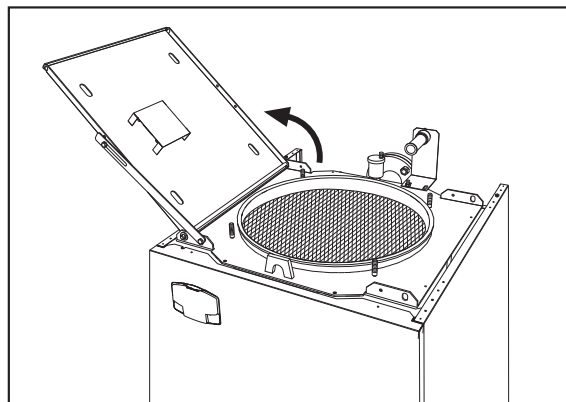

fig. 44
5. Aprire la porta bruciatore (fig. 44).